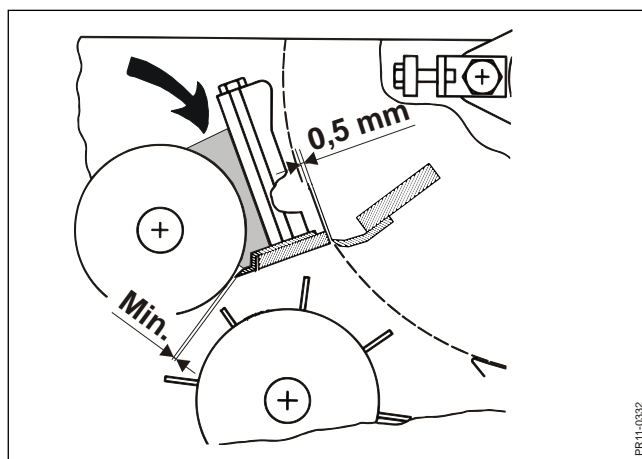

Fig. 4-6
**Fig. 4-6** Under visse forhold kan afgrødemasse (små partikler) hobe sig op i det skraverede område og pakkes så tæt, at dette kan medføre overbelastning af transmissionen der driver valserne.